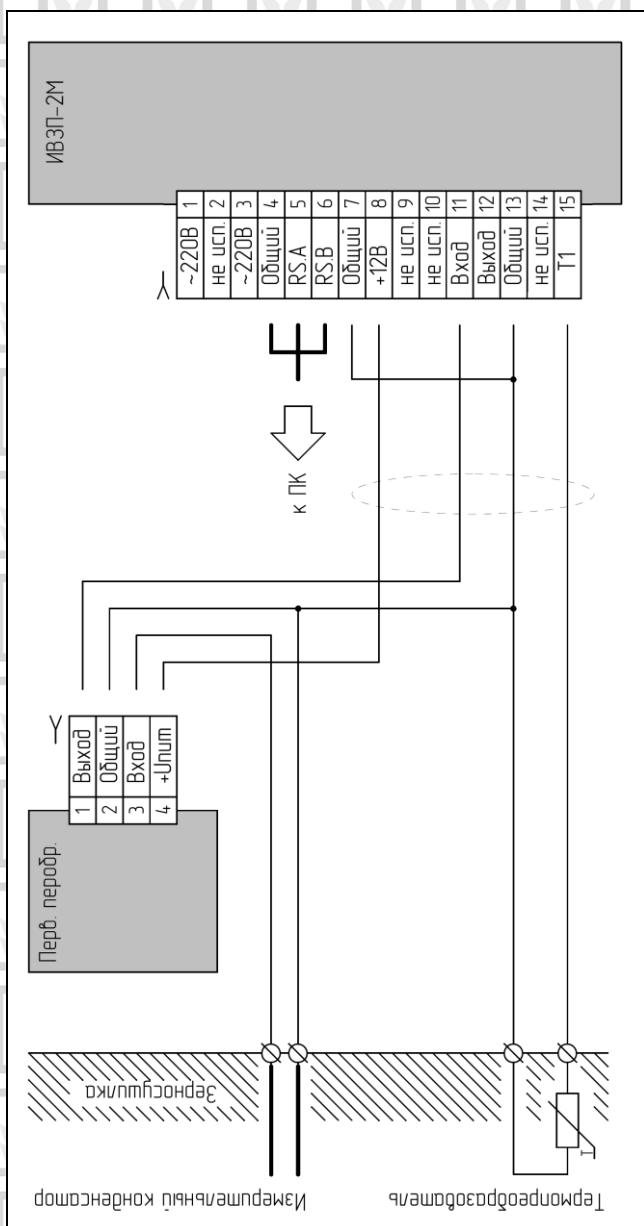

Рисунок 5.
6.4 Подключить контроллер в соответствии с рис.5.